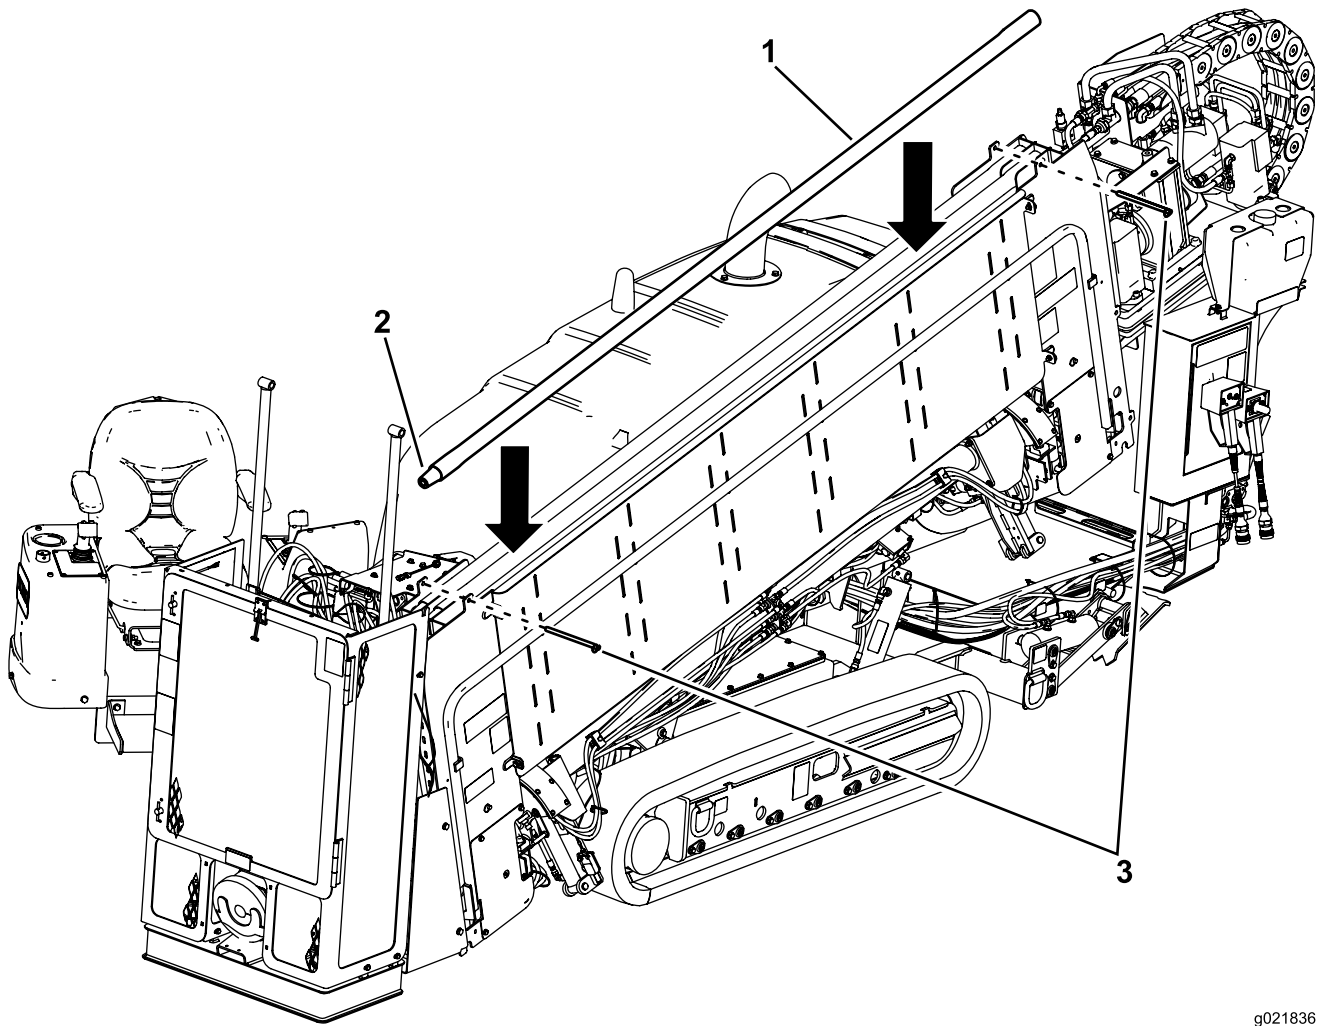

**Figure 68**
1. Retirez les axes de chape du porte-tiges (Figure 68).
2. Insérez les tiges par le haut en dirigeant l'extrémité filetée mâle des tiges vers l'avant de la machine (Figure 68).